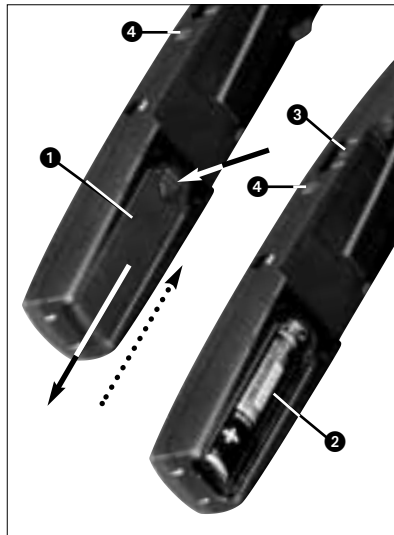

Fig. 2: Introducir la pila
### 3.1 Colocar/cambiar y ensayar la pila (véase Fig. 2)
1. Apriete hacia abajo el gancho de presión de la tapa de la caja de pilas (1).
2. Retire la tapa de la caja de pilas (1) del emisor, tirando hacia abajo.
**Importante:** el relleno de goma espuma en el interior de la tapa de la caja de pilas (1) fija la pila en su posición. ¡El relleno no se debe quitar, puesto que de hacerlo, la pila no quedará bien fijada en la caja, lo que puede producir ruidos de tableteo!
4. Coloque la pila suministrada o nueva (2) en la caja de pilas, tal como se indica en la Fig. 2.